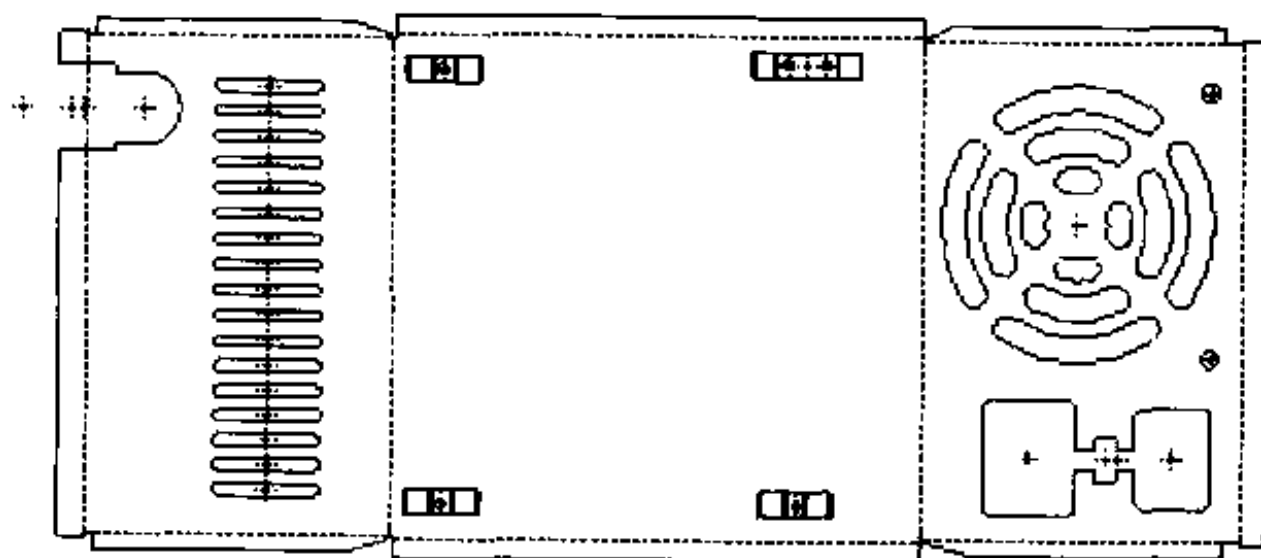

图 4.59 展开料的图纸生成
(3) 如果需要, 可以输出当前设计环境中的展开料到平面布局图环境中, 结果如图 4.59 所示。